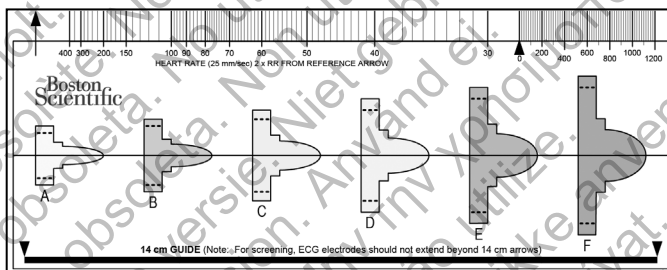

Figura 1: Herramienta de seguimiento del paciente. Para facilitar la referencia, se asigna una letra (A, B, C, D, E, F) a cada perfil coloreado.
La herramienta de seguimiento del paciente, modelo 4744 (Figura 1) es una herramienta de medida personalizada hecha de plástico transparente anotado con perfiles coloreados. Los perfiles están diseñados para asegurar el funcionamiento correcto del dispositivo al identificar características de señalización que pueden provocar resultados de detección insatisfactorios para el paciente antes del implante. El proceso de seguimiento del paciente se completa en tres pasos: (1) Obtención del ECG de superficie, (2) Evaluación del ECG de superficie y (3) Determinación de un vector de detección aceptable.